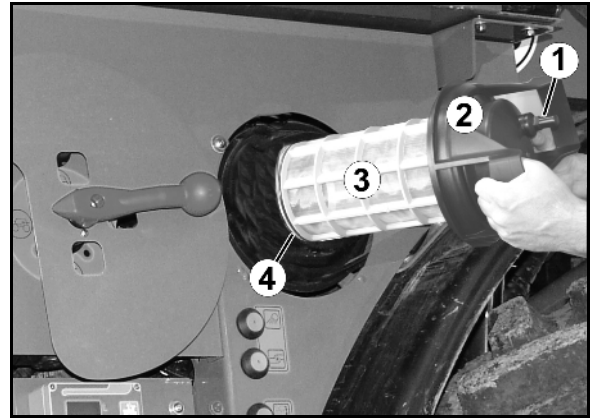

Fig. 126
Rengør sugefilteret (Fig. 126) dagligt efter rengøringen af marksprøjten.
1. Løsn sugefilterets dæksel (Fig. 126/2).
2. Tag dæksel og sugefilter (Fig. 126/3) af og rengør disse med vand.
- Indfedt O-ringen nederst på sugefilteret (Fig. 126/4).